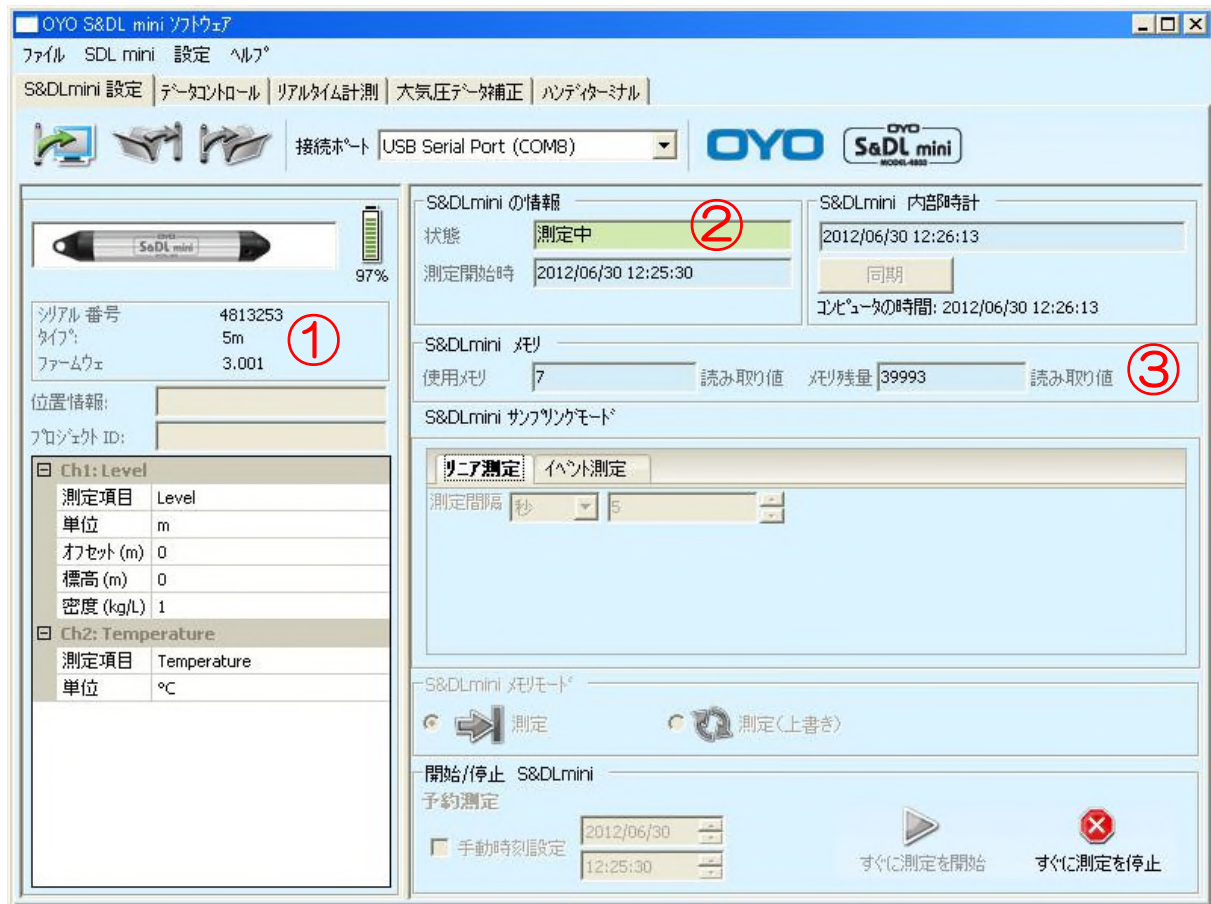

図 7-1 S&DL mini ソフトウェア ver3.0 標準画面
7.1 S&DL mini 個別情報の確認 (図 7-1 ①)
7.2 測定状態の確認（図 7-1 ②）
7.3 内部メモリの使用状況の確認（図 7-1 ③）